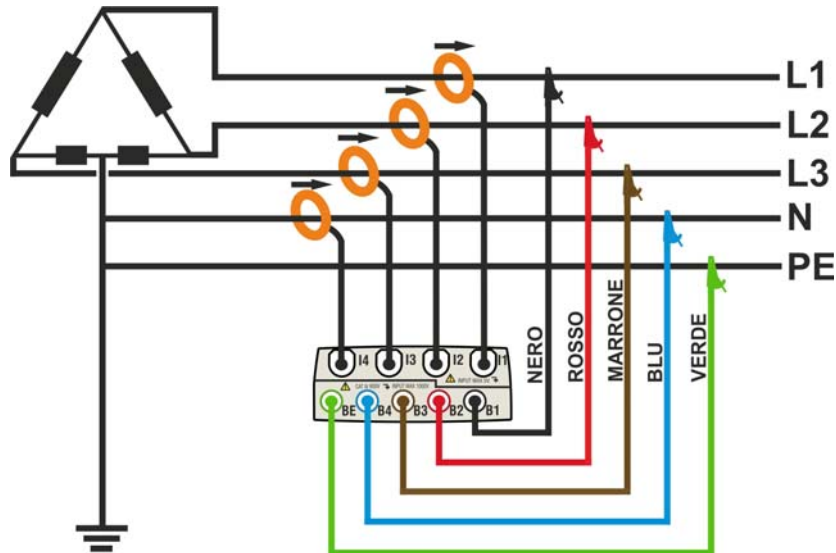

Fig. 125: Collegamento dello strumento in un sistema Trifase 4-fili 3F HL
2. Collegare i cavi di misura della tensione sui conduttori di Fase L1, L2, L3, N e PE rispettando i colori come mostrato in Fig. 125. **Verificare a display l' indicazione "123" relativa al corretto senso ciclico delle fasi** (vedere il § 5.2.1) ed effettuare le opportune correzioni fino al raggiungimento di tale situazione.
3. Collegare le pinze di corrente sui conduttori di Fase L1, L2, L3 e N come mostrato nella Fig. 125 **rispettando il verso della freccia** presente sulla pinze stesse che indica la direzione convenzionale della corrente da generatore a carico. **Verificare sempre, (selezionando preliminarmente il sistema 3-fili) nelle videate della sezione Visualizzazione Misure, che le Potenze Attive P1, P2, P3 siano sempre positive e che i fattori di potenza Pf1, Pf2, Pf3 siano corrispondenti ad un carico, normalmente induttivo**, prima di attivare una registrazione. In caso di valori negativi della potenze attive ruotare le pinza di 180° sui conduttori interessati.